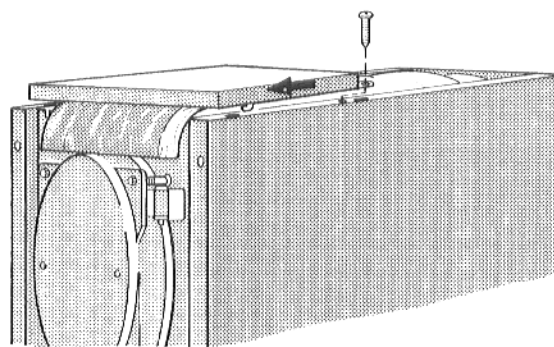

Fig. 8
- Mettere il coperchio anteriore della caldaia sulle piegature dei pannelli laterali e tirarlo in avanti fino a quando i due ganci si incastrano nelle fessure del pannello laterale (Fig. 8).
- Avvitare forte con due viti autofilettanti il coperchio anteriore della caldaia nelle orecchie sulla piegatura dei pannelli laterali (Fig. 8).